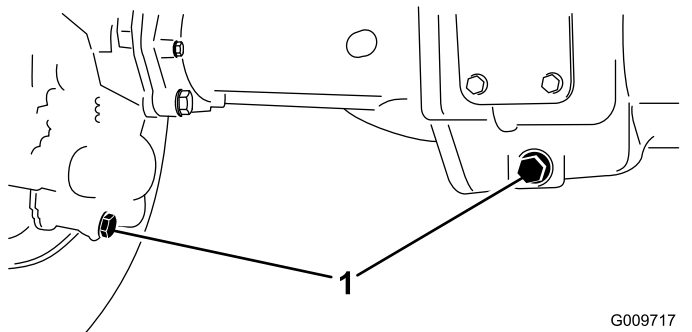

Figure 70
2. Nettoyez la surface autour des 3 bouchons de vidange, 1 à chaque extrémité et 1 au centre (Figure 70).